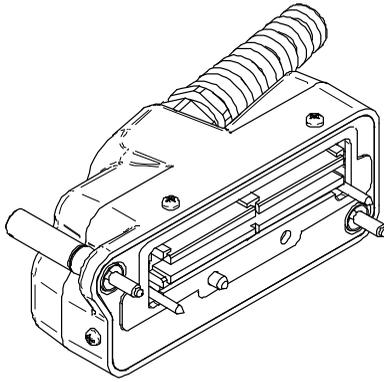

Figure L-3 Connecteur de sonde à courants de Foucault multiéléments de marque Evident
- Le premier type est le connecteur Evident pour sonde à courants de Foucault multiéléments (voir la Figure L-3 à la page 188).